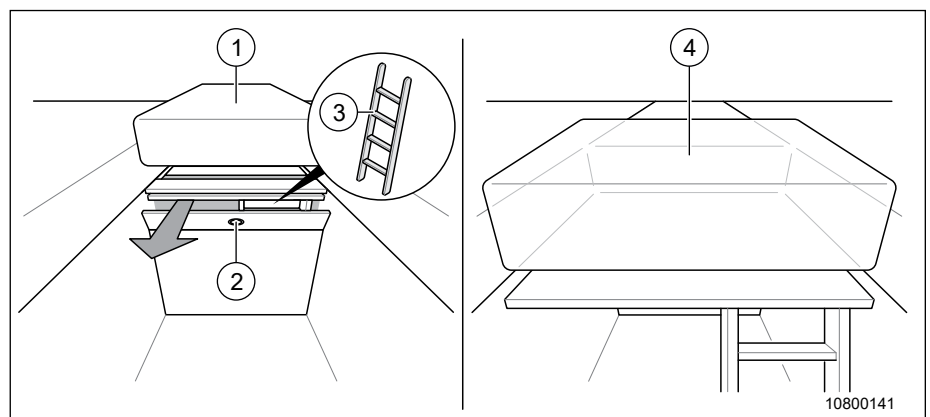

Fig. 58 Lit jumeau (avec échelle)
1. Appuyer sur le bouton (Fig. 58, Pos. 2) et rabattre le panneau du meuble.
2. Retirer l'échelle (Fig. 58, Pos. 3) et le sommier à lattes.
3. Placer l'échelle sur le sommier à lattes et insérer le matelas (Fig. 58, Pos. 4).